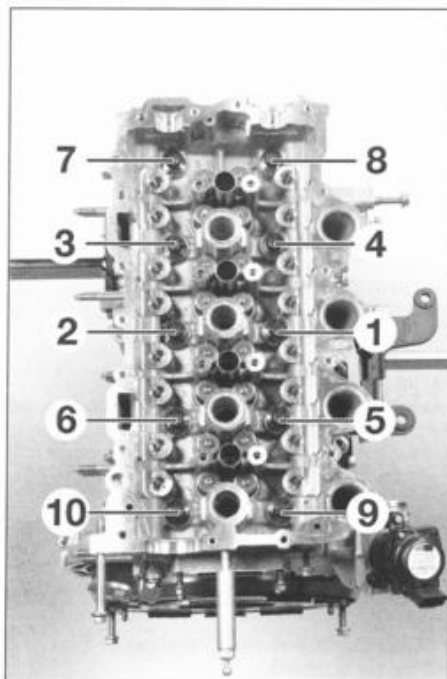

FIG. 55
- Apretar los tornillos de culata respetando el orden y el par de apriete (fig. 55).